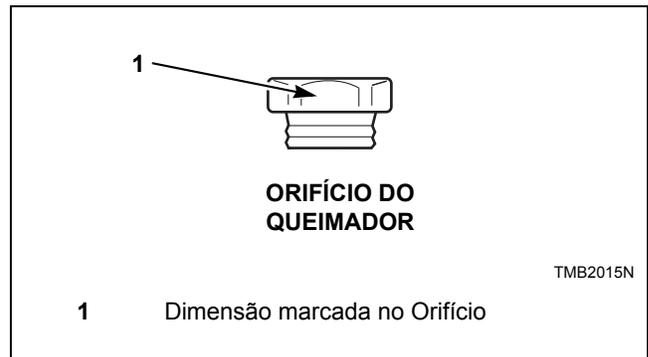

Figura 4
3. Instale os orifícios novos e correctos. Consulte *Figura 4*. Aperte cada um a 9-10 Nm.